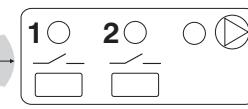

Fig. 5
- Al cabo de 5 minutos una señal acústica continua de 5 segundos indica que el mando se está por desactivar (fig. 5). Si se desea mantenerlo activo hay que volver a presionar la **tecla** **1**; antes del fin de la señal.